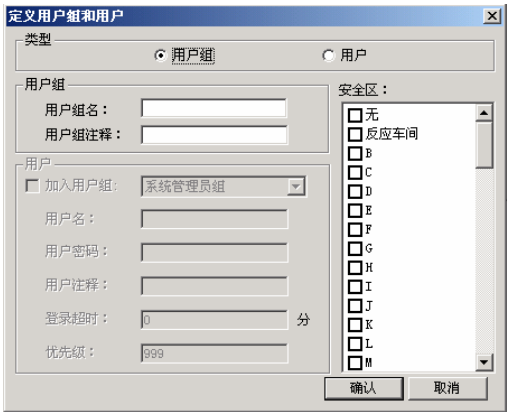

图 10-3 定义用户组对话框
2、单击“确认”按钮关闭对话框，在“用户和安全区配置”对话框中单击“新建”按钮，在弹出的“定义用户组和用户”对话框中配置用户组，如图 10-3 所示：